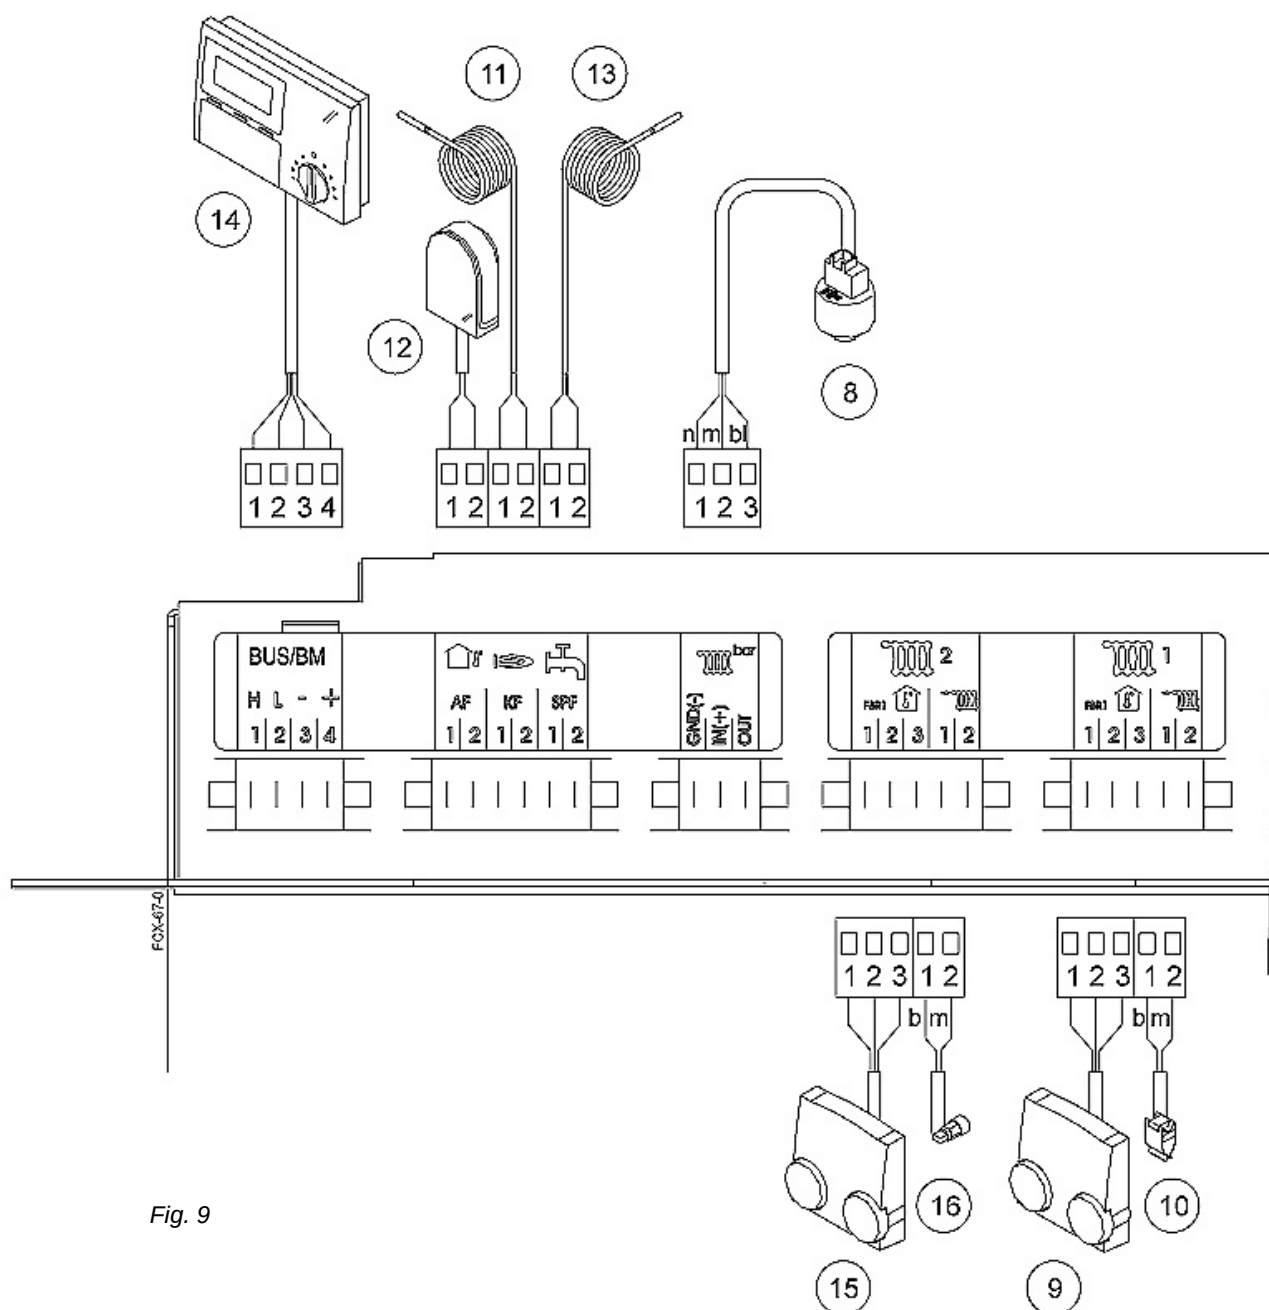

Fig. 9
- De buitensensor aansluiten, met de meegeleverde stekker, aan de aansluitklem (AF) van de ketel (fig. 9, nr. 12).
- Connecter la sonde extérieure, avec la fiche fournie, à la borne de raccordement (AF) de la chaudière (fig. 9, n°. 12).